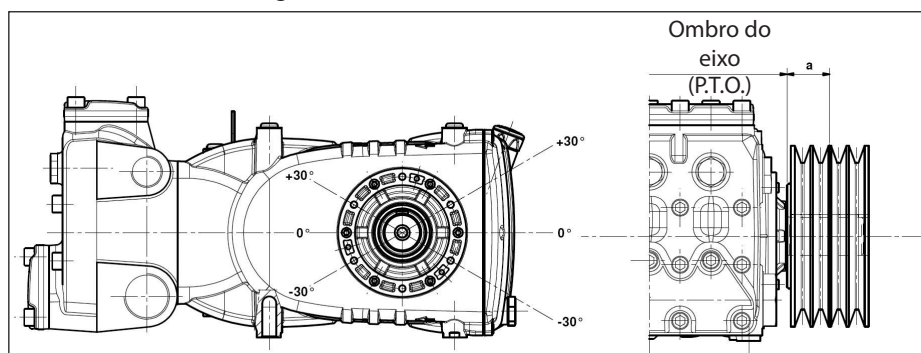

Fig. 10
A carga radial sobre o eixo não deve ser superior a 7500 N (valor necessário para a definição do layout). A transmissão é considerada adequada, se tal carga é aplicada a uma distância máxima de $a=40$ mm do ombro do eixo (P.T.O) conforme indicado na Fig. 10.
- b) Use correias de alto rendimento - por exemplo **XPB** ao invés de **SPB** - pois será necessário uma quantidade inferior de correias com a mesma potência transmitida e uma consequente distância inferior do resultante em relação ao ombro do eixo (P.T.O.) "a" de Fig. 10.